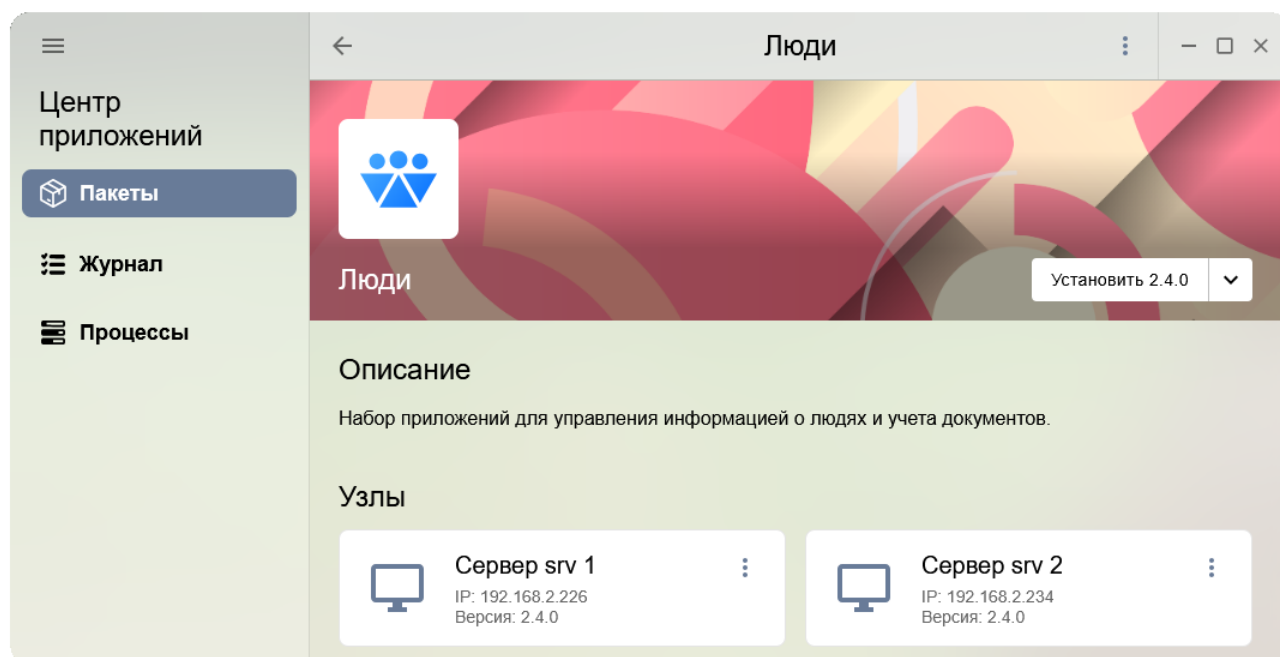

Рисунок 29 – Карточка просмотра пакета приложений
– после завершения установки на странице просмотра пакета приложений, отобразятся узлы, на которые был установлен данный пакет (рис. 29).